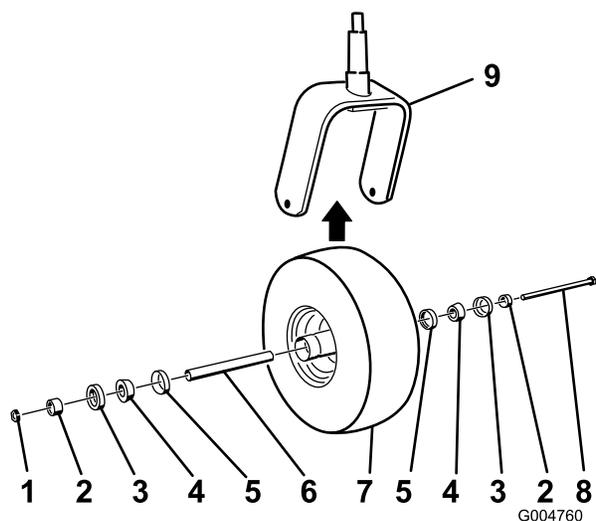

Figure 53
2. Enlevez le contre-écrou du boulon qui fixe la roue pivotante à la chape (Figure 53).
5. Montez la roue pivotante en poussant les roulements à rouleaux coniques et les joints, garnis de graisse, dans le moyeu, en les positionnant comme indiqué à la Figure 53.